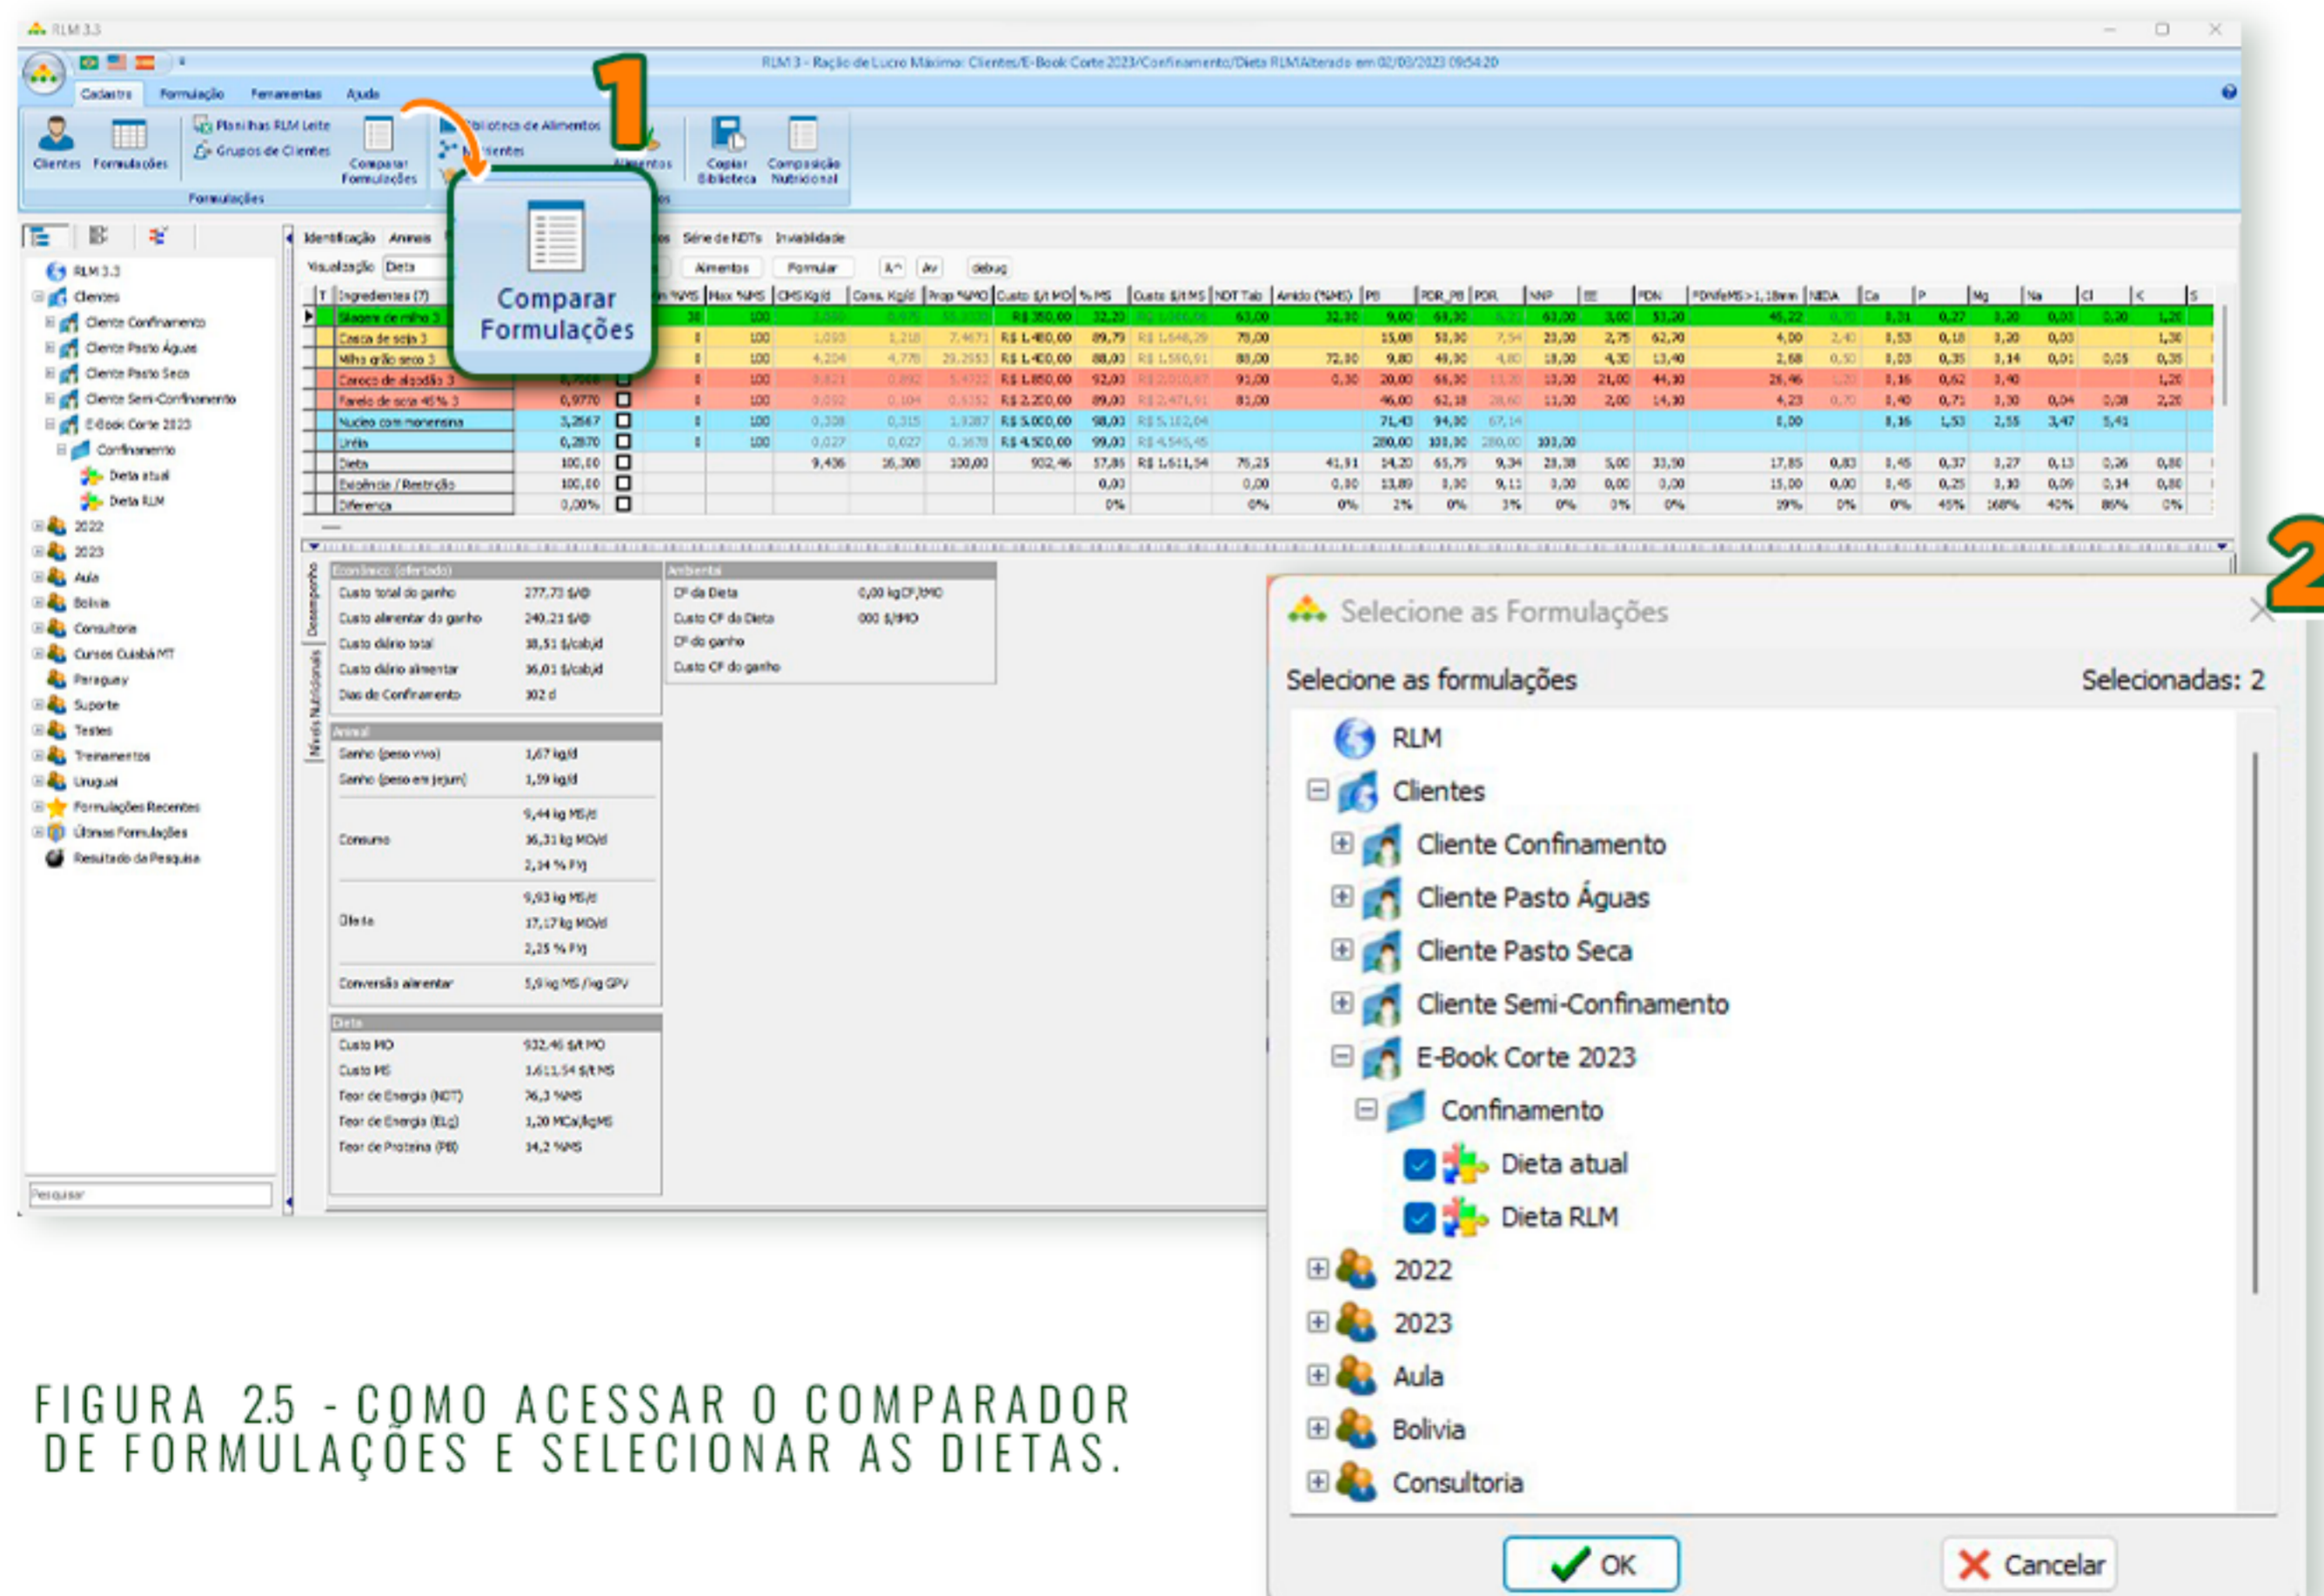

FIGURA 2.5 - COMO ACESSAR O COMPARADOR DE FORMULAÇÕES E SELECIONAR AS DIETAS.
Para comparar as diferenças entre as formulações em uma tela, acesse o “Comparar Formulações” (1). Selecione as dietas de interesse (2) conforme Figura 2.5.